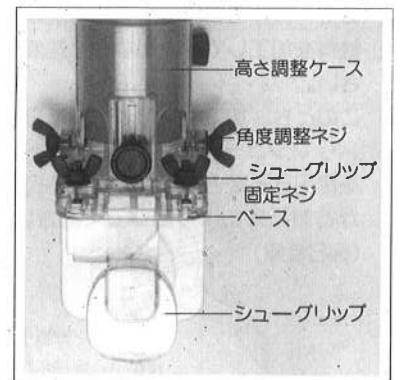

図5
- 面取り、トリミング等で角度切りをする場合はベースの側面の角度調整ネジをゆるめて、ストレートビットの角度を調整してください。(図5参照)